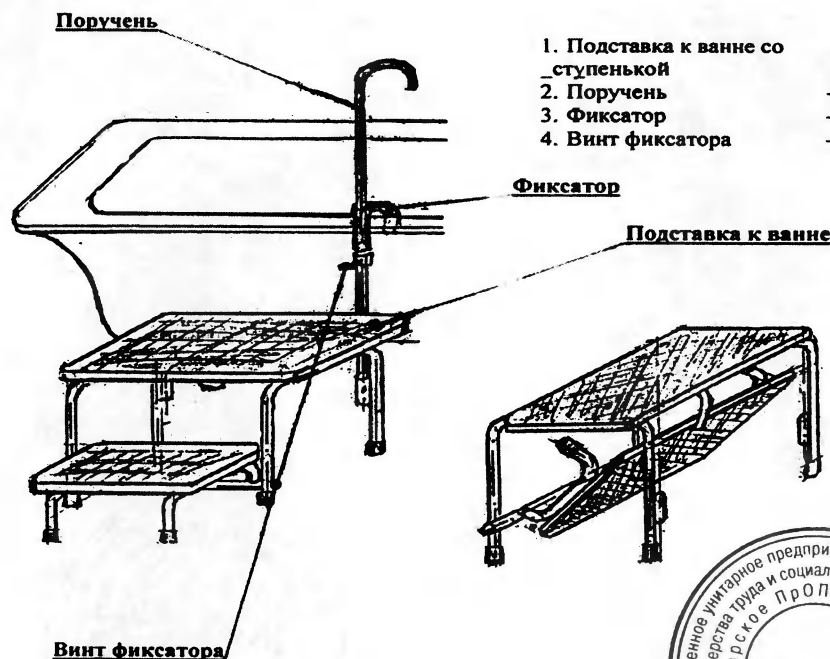

Рис. 1
- 1.1. Подставка к ванне ПВ-01 (далее – подставка, рис. 1) предназначена для облегчения преодоления борта ванны инвалидам и престарелым гражданам (с целью принятия гигиенических процедур) в учреждениях социального обслуживания населения и в быту.